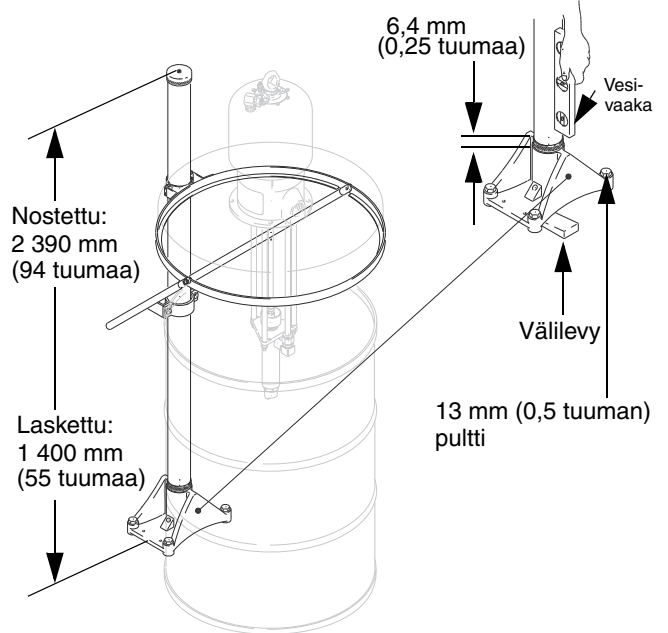

FIG. 2
Sijoita nostolaite siten, että yläpuolelle jää vähintään 2,75 m (9 jalkaa). Merkitse ja poraa reiät 13 mm:n (0,5 tuumaa) asennuspulteille. Katso kuvaa FIG. 2 sekä mittapiirustuksia sivulla 15. Aseta jalusta (17) vaakasuoraan käyttäen tarvittaessa välilevyjä. Kiinnitä jalusta lattiaan 13 mm:n (0,5 tuumaa) asennuspulteilla, jotka ovat riittävän pitkät estääkseen nostolaitetta kaatumasta.